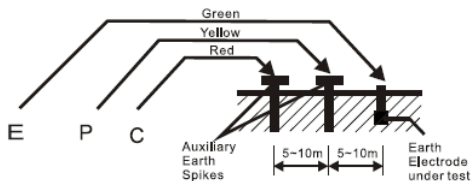

Fig.1
- (1) Conecte los cables de prueba verde, Amarillo y rojo a los terminales de instrumentos E, P y C con picos de tierra auxiliares P1, C1 en tierra “EN LÍNEA RECTA”. (Fig. 1)
- (2) Gire el interruptor de función a un rango adecuado, luego presione el botón para probar y tomar la lectura.
- (6) Puesto que la corriente de medición puede ser tan baja como 2 mA, el interruptor de fuga de tierra no se dispara incluso si se usa el lado de tierra de la fuente de corriente comercial con un ELCB.
* *Siga la conexión apropiada, tal como la Fig1.*